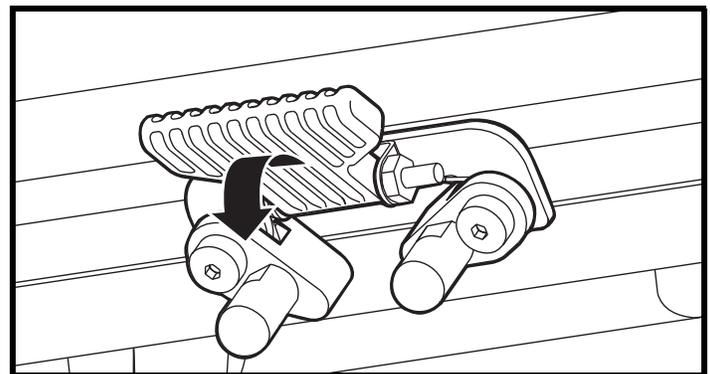

Figure 13. Loquet de sécurité du siège
3. Basculez le loquet vers le bas. Voir la figure 13.
4. Basculez le loquet du siège vers le haut. Voir figure 13.